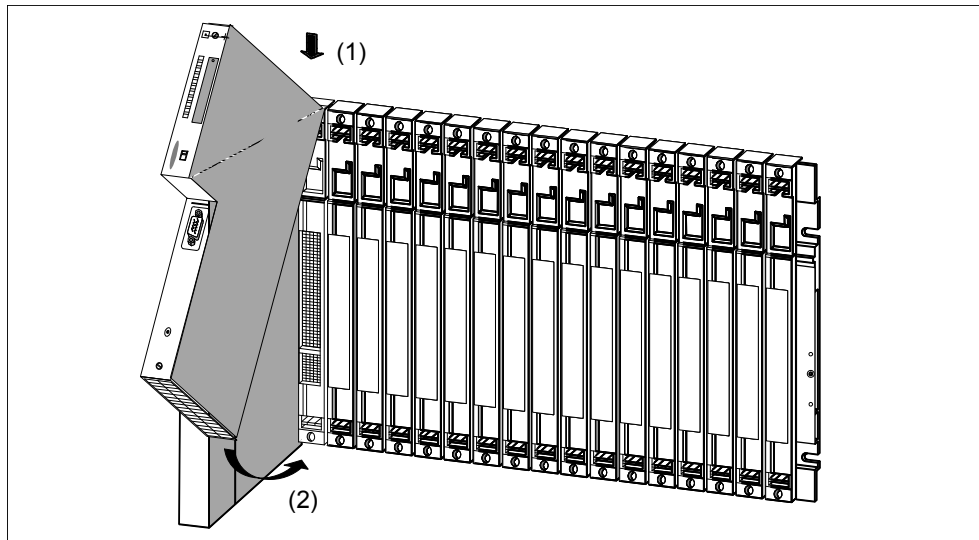

Рис. 2-4. Навешивание модулей
4. Навесьте первый модуль и поверните его вниз (см. рис. 2-4).